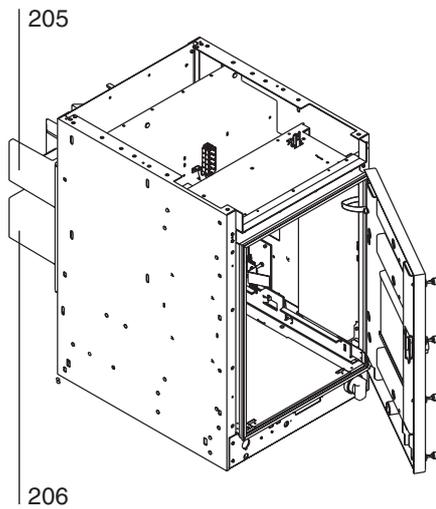
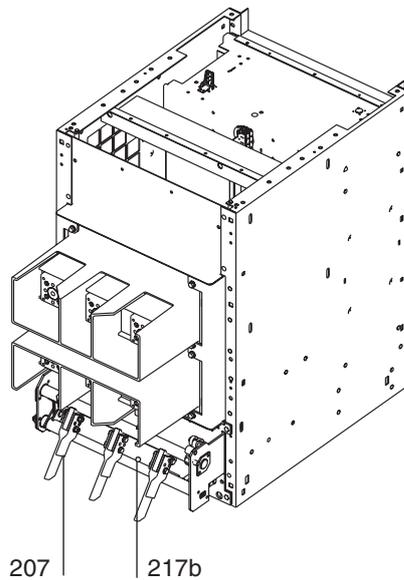
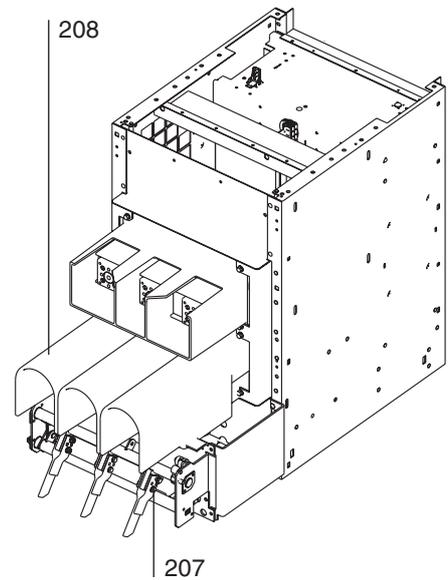

Fig. 6
Fig. 7
Fig. 8
I contenitori CBE sono disponibili in due versioni: **senza** sezionatore di terra CBE (fig. 6); **con** sezionatore di terra CBE/ST (fig. 7). Per CBE11-21-31, l'applicazione a parte del sezionatore di terra non è possibile.
I contenitori CBE 11 e CBE 12 **con** sezionatore di terra, a richiesta possono essere forniti con i trasformatori di corrente CBE/ST/TA (fig. 8).
*The CBE enclosures are available in two versions: CBE **without** earthing switch (fig. 6); CBE/ST **with** earthing switch (fig. 7). Separate application of the earthing switch is not possible for CBE11-21-31.*
*The CBE 11 and CBE 21 enclosures **with** earthing switch, can, on request, be supplied with CBE/ST/TA current transformers (fig. 8).*
Sul retro del contenitore sono presenti i monoblocchi isolanti (205) e (206) fig. 6 per i collegamenti di potenza.
I contenitori CBE/ST sono dotati del sezionatore di terra (207) (fig. 7), i contenitori CBE/ST/TA, sono come i precedenti ma con i trasformatori di corrente (208) (fig. 8).
The insulating monoblocks (205) and (206) (fig. 6) for the power connections are located on the rear of the enclosure.
The CBE/ST enclosures are fitted with an earthing switch (207) (fig. 7), the CBE/ST/TA enclosures are similar to the previous ones, but with current transformers (208) (fig. 8).